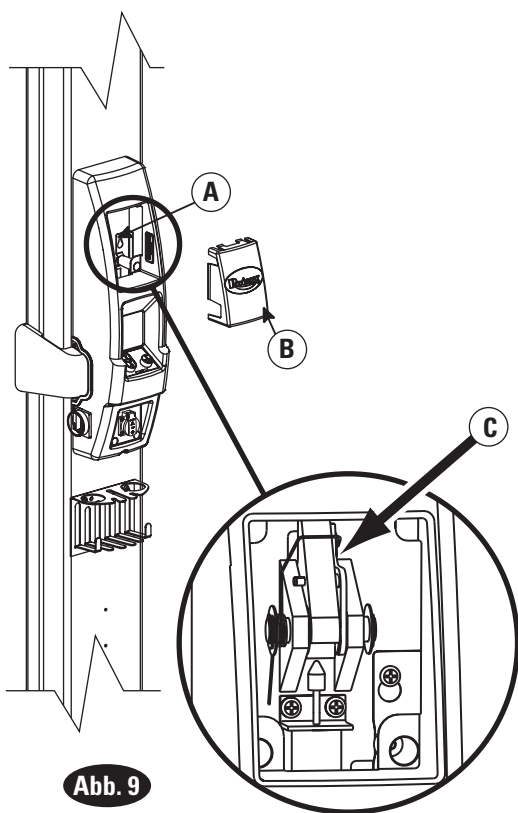
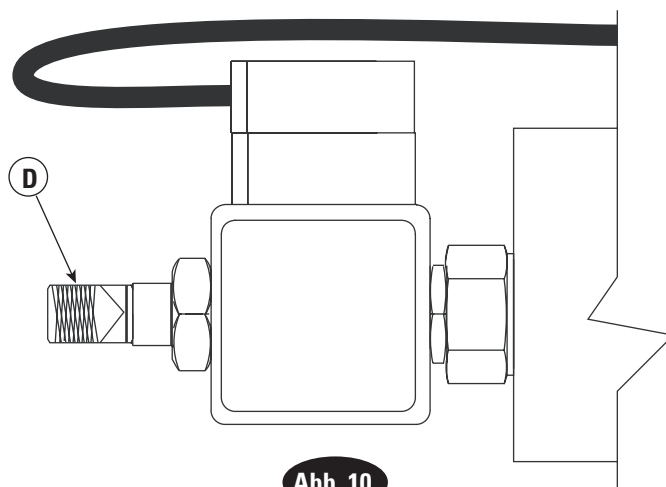

Abb. 9
Abb. 10
3. Entfernen Sie die Abdeckung des Bedienfelds und ziehen Sie die Sperrklinke zurück, Abb. 9. Falls Sie diese nicht manuell zurückziehen können, ist die Klinke noch eingerastet. Schritt 2 wiederholen, bis Sperre nicht mehr eingerastet ist.
8. Deckel des Absenkenventils an Stromversorgungseinheit entfernen und drehen und ziehen, um Hebebühne abzusenken (Abb. 10). Die Hebebühne senkt sich langsam ab. Deckel des Absenkenventils wieder aufsetzen, wenn die Hebebühne abgesenkt ist.
Detail Abb. 9/Abb. 10